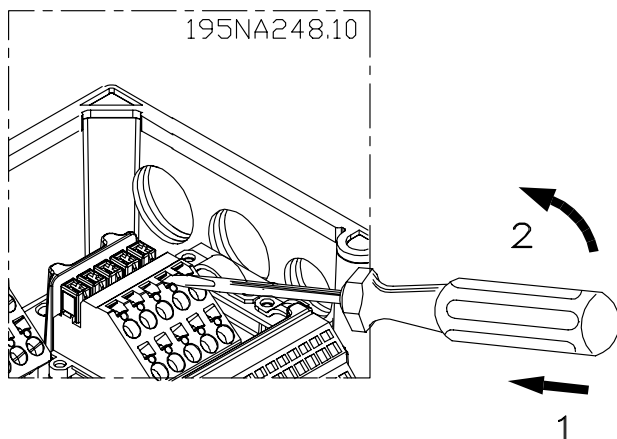

Ilustración 2.14 Apertura de los terminales
1. Abra el contacto introduciendo un pequeño destornillador en la ranura situada encima del contacto, tal y como muestra en *Ilustración 2.14*.